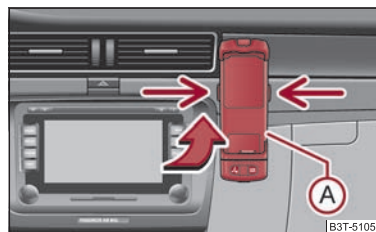

Fig. 142 Preparación universal para el teléfono
- Introducir primero el adaptador (A) ⇒ fig. 142 en el soporte en sentido de la flecha hasta el tope. Presionar ligeramente el adaptador hacia abajo hasta que se enclave de modo seguro.
- Montar el teléfono en el adaptador (A) (según las instrucciones del fabricante).
- Presionar al mismo tiempo los enclavamientos laterales del soporte y sacar el teléfono con adaptador ⇒ fig. 142.